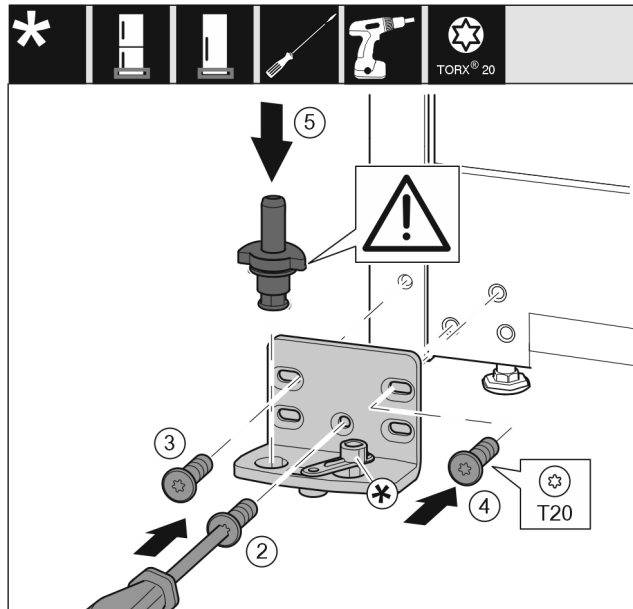

Fig. 16
- Vendosni bazamentin mbështetës në anën tjetër dhe mbërthejeni me ndihmën e një kaçavide T20. Filloni me vidën 2 poshtë në mes. Fig. 16 (2)
- Mbërtheni fort vidën 3 dhe 4. Fig. 16 (3,4)
- Vendosni komplet në vend bazamentin mbështetës. Këtu bëni kujdes që gungat e kapjes të jetë të kthyera nga poshtë. Fig. 16 (5)